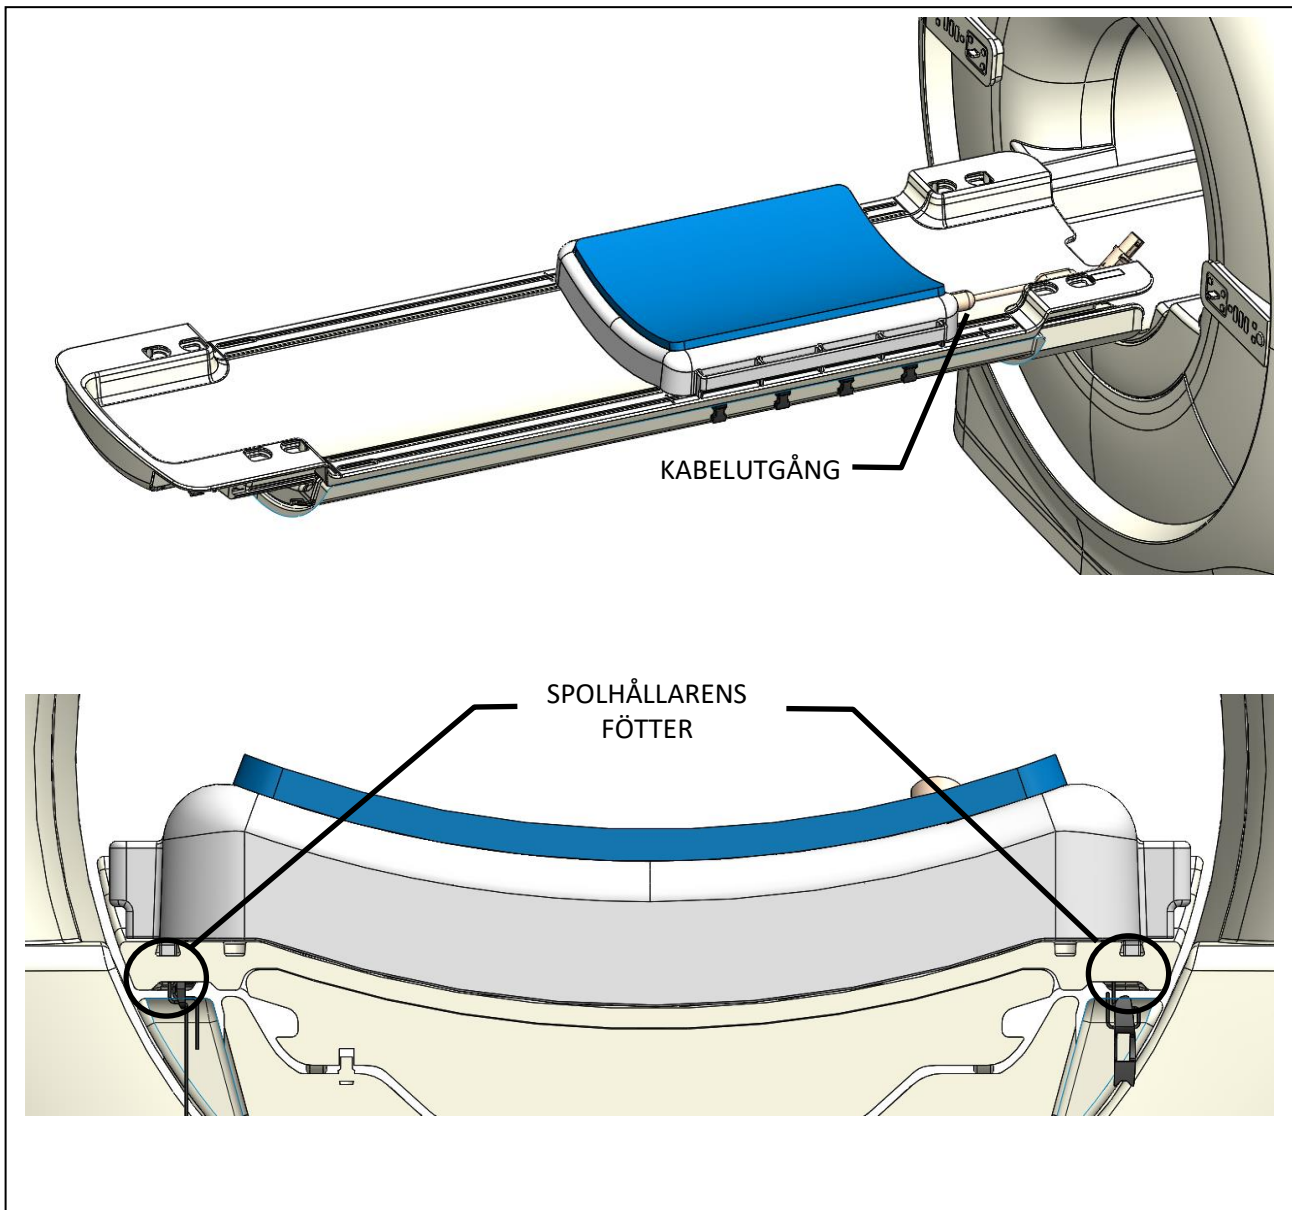

Bild 3: Placering av posterior spole på MR-britsen
2. Placera spolhållaren med den posteriora spolen på MR-britsen (*Bild 3*).